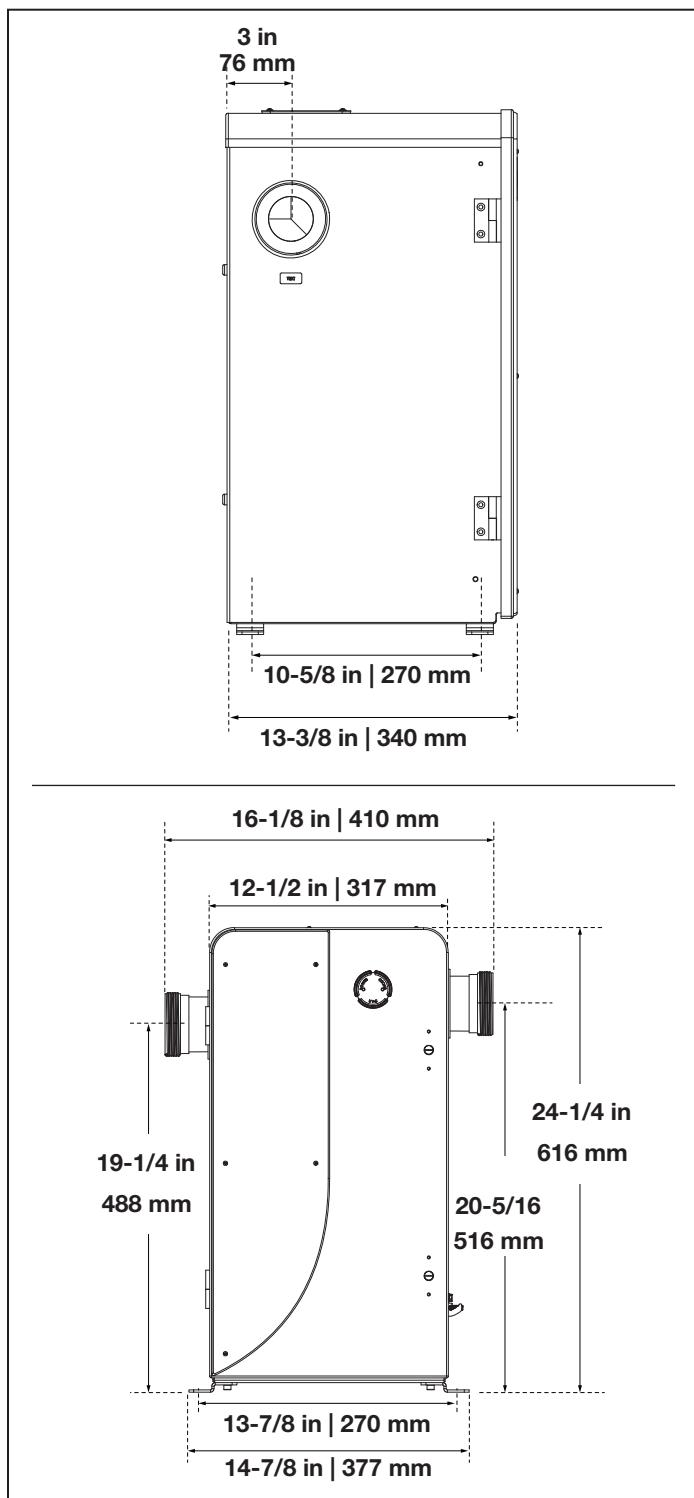
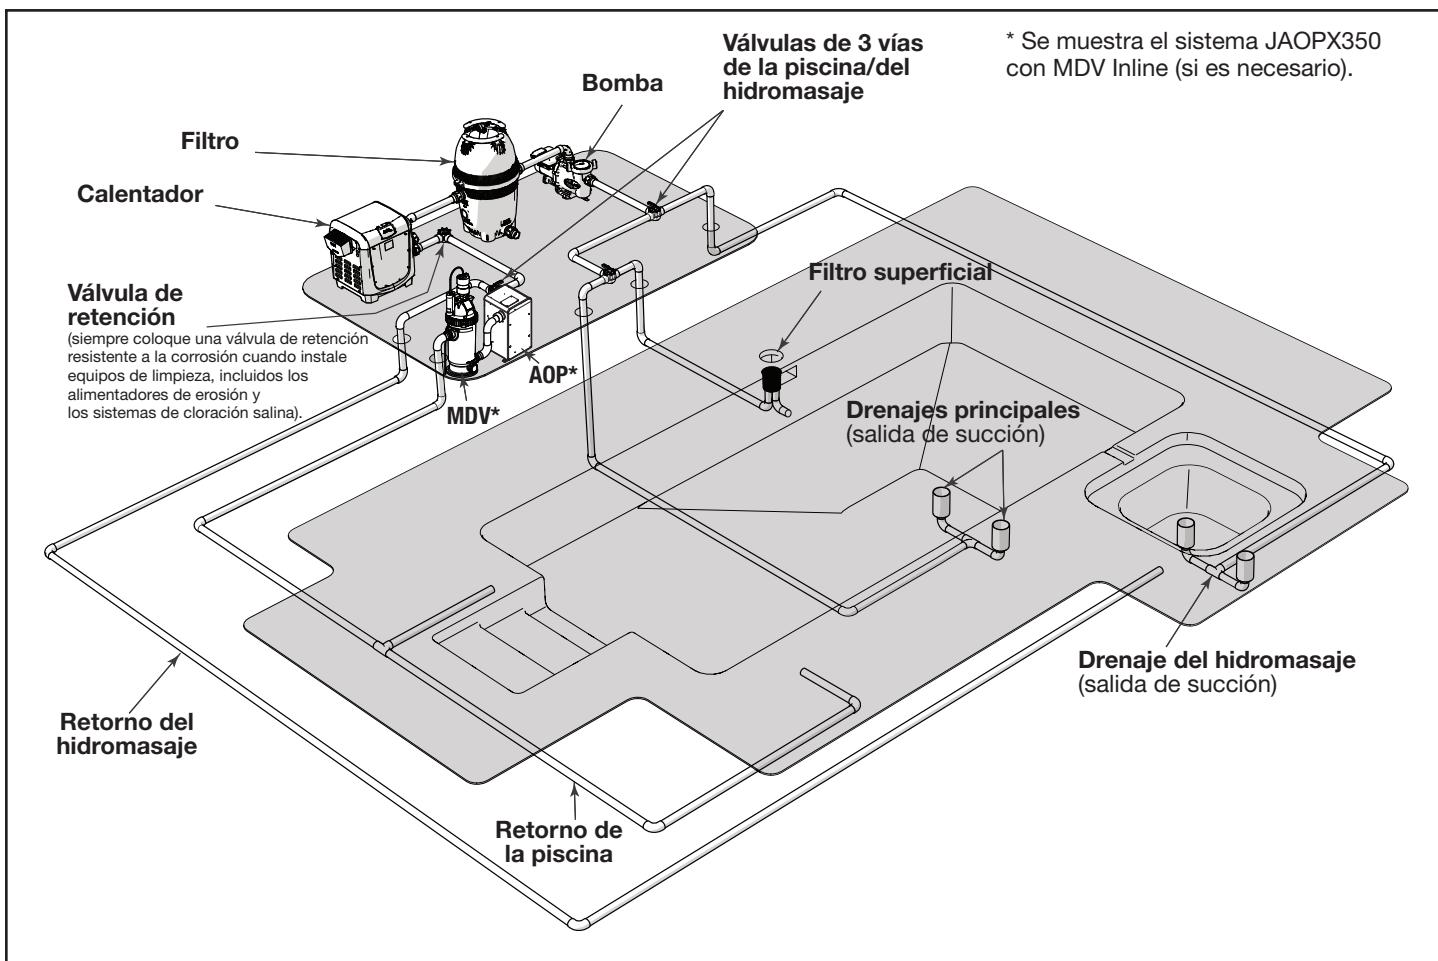

Figura 2. Dimensiones relacionadas con la instalación de JAOPX200 y JAOPX350
Figura 4. Ubicación típica del sistema AOP Jandy en el circuito de tuberías de la piscina
- Use los accesorios de unión suministrados para conectar la entrada y salida del sistema AOP Jandy a las tuberías de la piscina, como se muestra en la Figura 4.
En la Figura 2, se muestran las dimensiones relacionadas. En la Figura 4, se muestra un diagrama de tuberías típico.